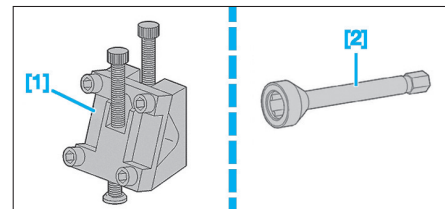

Fig. 10
- [1] Dispositif antirotation crémaillère (réf. 0721-B) (Fig.10).